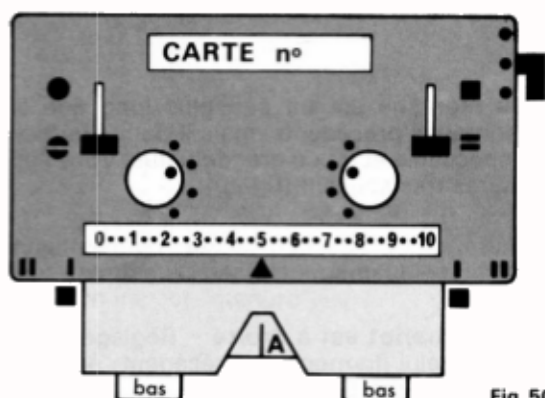

Fig. 50
- Régler le chariot comme suit : (fig. 50).
- **Le chariot est à droite** – Réglage identique à celui du montage précédent "à mailles fermées" (fig. 50, page 19),